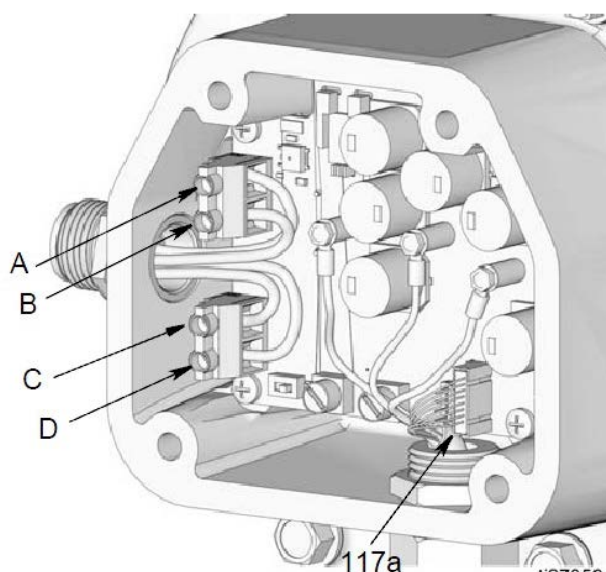

Рис. 52
8. Отсоедините источник питания и ввод питания (A и B), разъемы (C и D) контроллера насоса (см. рис. 52 и панель управления).
2. Присоедините источник питания и ввод питания (A и B), разъемы (C и D) контроллера насоса (рис. 52 и A, B, C, D). Затяните до достижения момента 5,5-7 фунт-футов (0,62-0,79 Н.м).